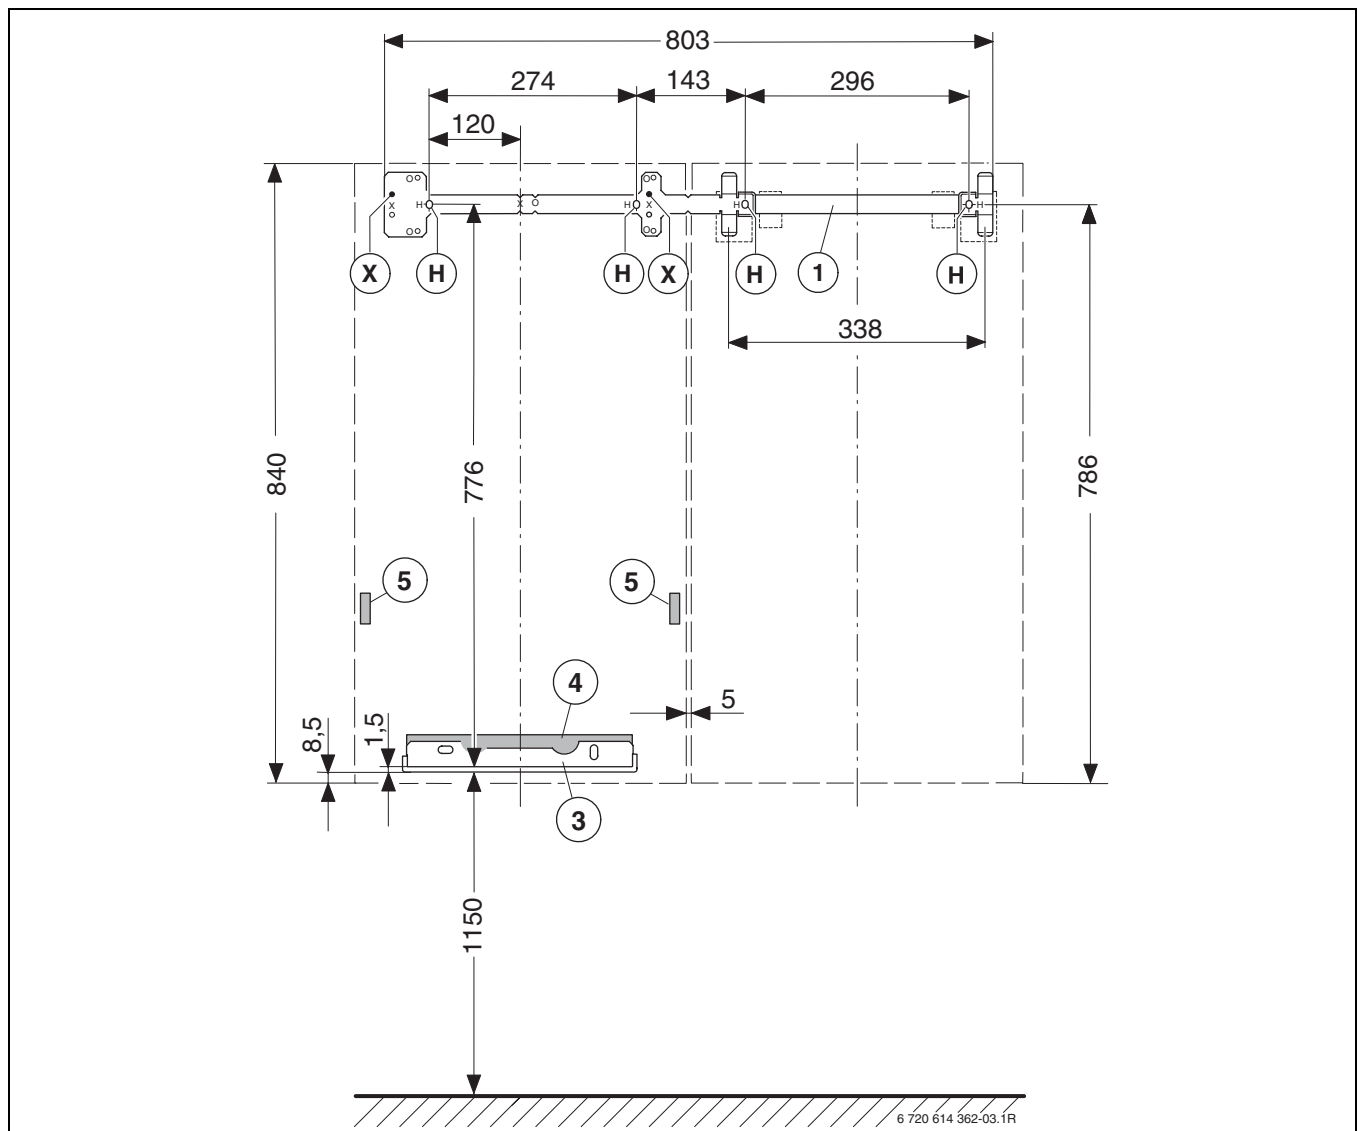

Bild 3 440 mm breites Heizgerät **links** neben dem Speicher mit Winkelhaken und Abstandshülsen an den Aufhängepunkten (X)
- ▶ Bei der Geräteanordnung im Aufstellungsraum und Abstand der Montageanschlussplatte (3) von der Decke, die Angaben der beteiligten Zubehöre beachten (z. B. Abgaszubehör, Speicher usw.).
- ▶ Die Bohrungen (H) für die Aufhängeschiene (1) entsprechend der zutreffenden Einbausituation festlegen (→ Bild 3 oder 4) und Aufhängeschiene mit den Universaldübeln und den Schrauben montieren.
- ▶ Winkelhaken und Abstandshülsen für das 440 mm breite Heizgerät an den Aufhängepunkten (X) montieren und Heizgerät aufhängen (→ Bild 3 oder 4).
- ▶ Wenn erforderlich das Heizgerät mit den Wandabstandshaltern (5) ausrichten (→ Bild 3 auf Seite 6 oder 4 auf Seite 7).